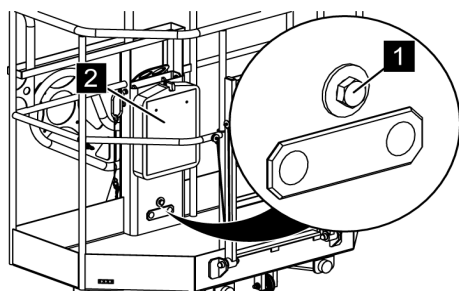

Fig. 78: Vis de fixation de la nacelle
- 12.** Bien serrer la vis de fixation (Voir la Fig. 78/1) avec la clé plate.
- 14.** Ranger la clé plate dans le porte-documents (Voir la Fig. 78/2).